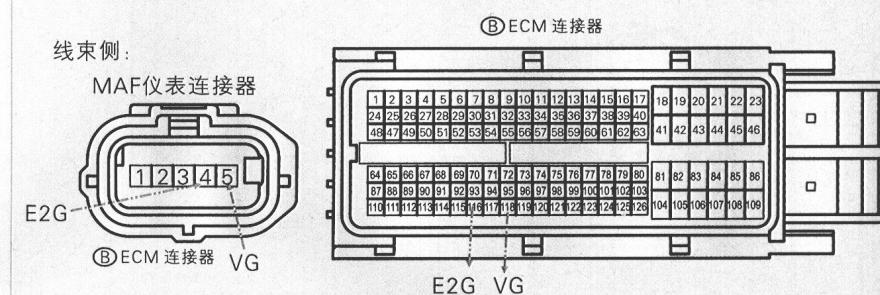

图4-11 检查空气流量计与ECM之间的连接
- 3) 检查空气流量计与ECM之间的连接,如图4-11所示。根据表4-3中的值测量电阻。